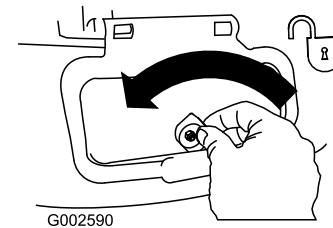

Bild 31
1. Entriegeln Sie die Seitauswurkklappe (Bild 31).